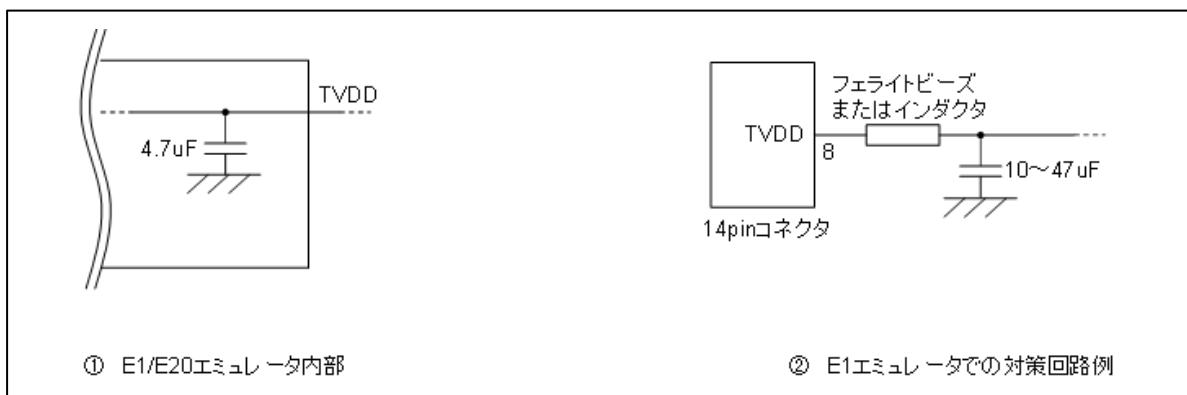

図 2-8 ホットプラグイン向け対策回路
ホットプラグイン接続を行う可能性がある場合には、下記のような回路構成にしておく必要があります。図 2-8 ①のように E1 エミュレータの 8 番ピンには、エミュレータ内部で $4.7\mu\text{F}$ のコンデンサが付いているため、ホットプラグイン接続を行う場合はユーザシステム上の電源電圧が一瞬低下する場合があります。この電圧降下により MCU リセットが発生する可能性があります。図 2-8 ②に示すように、エミュレータ接続コネクタの TVDD ラインの直近にフェライトビーズ(またはインダクタ)と低 ESR で大きなコンデンサを付けることで症状を軽減することができますが、本対策は、電圧降下を完全に改善するものではありません。なお、ホットプラグイン接続はデバッグ時のみ有効な機能であり、本機能を使用する場合は、別売のホットプラグインアダプタが必要です。